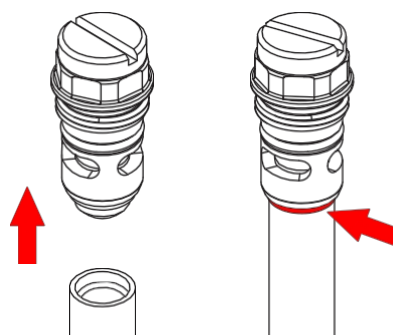

Figura 17 Scoaterea tubului din dopurile de acces
3. A se vedea figura 17. Scoateți tubul de fluidizare vechi de pe bușonul de acces, apoi fixați tubul de fluidizare nou pe mufa roșie O-ring.